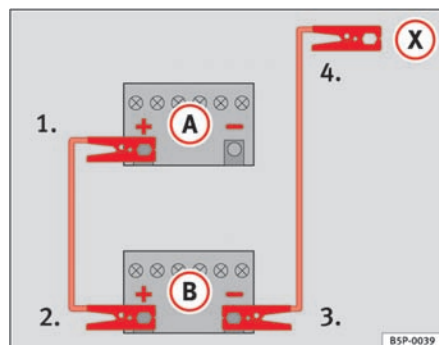

Fig. 159 Sådan skal startkablerne sættes på.
På ⇒ fig. 159 er **A** det afladede batteri, og **B** det strømgivende batteri.
1. Sæt den ene ende af det røde startkabel på pluspolen ⇒ fig. 159 **+** i bilen med det afladede batteri ⇒ ⚠.